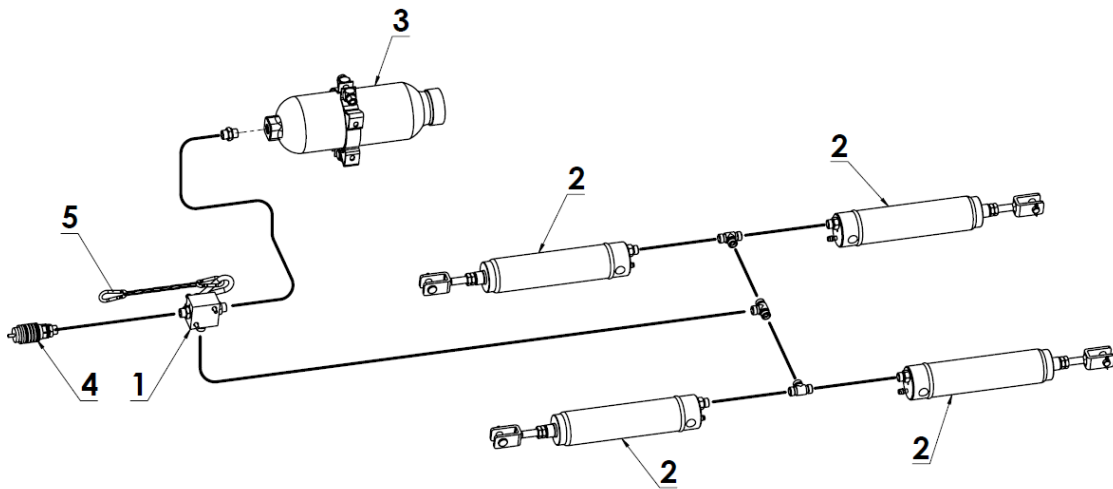

Abbildung 11. Hydraulische Bremsanlage Einkreis-Bremse - Dungstreuer N267, N267/1:
- hydraulische Einkreis-Bremsanlage N267, N267/1 (Abbildung 11),